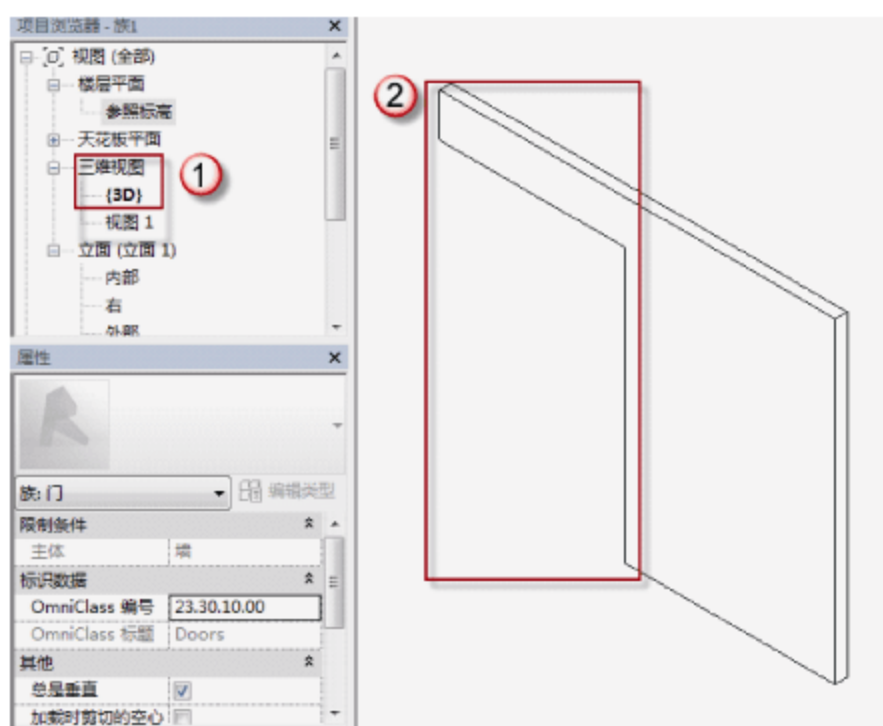

图 7.1.10 创建新的洞口剪切
(9) 挖去新的空心模型创建新的洞口剪切。选择“项目浏览器”中的“视图”→“三维视图”→“{3D}”选项，可以进入 C2925 的 3D 视图，选择“修改”→“剪切”→“剪切几何图形”命令，先选择基本墙，再选择创建的空心拉伸，得到新的洞口剪切，如图 7.1.10 所示。